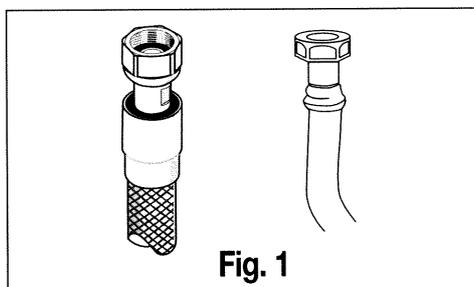

Fig. 1
1. Dévissez la vis maintenant la paroi arrière de la cavité du four et retirez cette paroi (**fig.1**).
- soit par tuyau flexible avec embouts mécaniques filetés (fig. 1).
● Retirez les grilles, les chapeaux et les têtes de tous les brûleurs (**fig.1**).
<ul style="list-style-type: none"> ☞ Retirez les manettes ☞ Si modèle avec bandeau verre, déclipsez le bandeau (voir fig.1) 	<ul style="list-style-type: none"> ☞ Retirez la manette ☞ Si modèle avec bandeau verre, déclipsez le bandeau (voir fig.1).